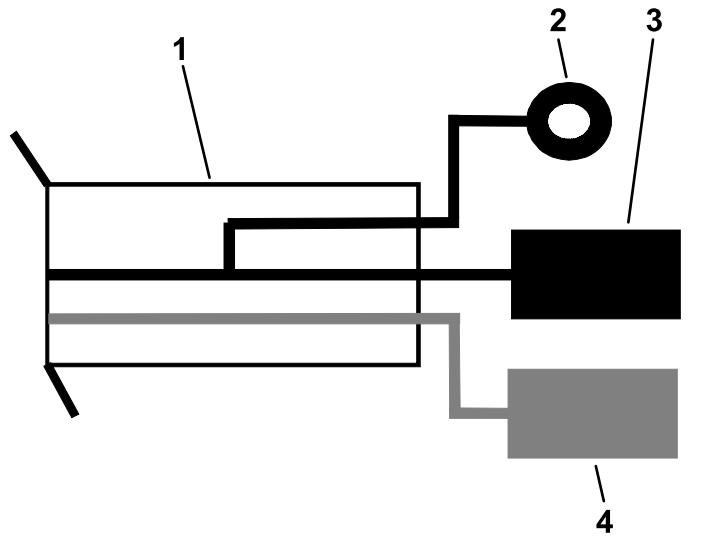

Figure 20
5. Reliez le fil de masse noir au fil de masse du faisceau du kit convertisseur de courant (Figure 20).
6. Reliez le fil d'alimentation rouge au fil d'alimentation du faisceau du kit convertisseur de courant (Figure 20).